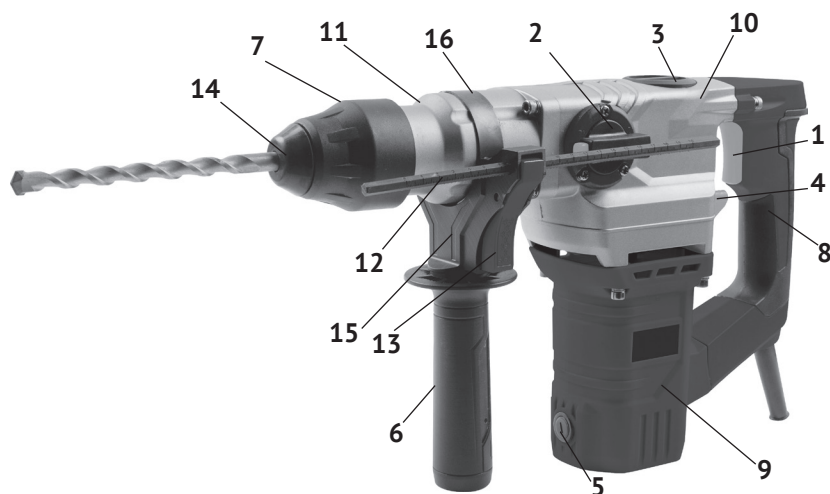

рис. 1
1.6 Общий вид перфоратора представлен на рис.1:
1.7 Перфоратор состоит из вертикально расположенного коллекторного двигателя в пластиковом корпусе (рис.1 поз.9) и шестерёнчатого редуктора с кривошипно-шатунным механизмом, расположенных в металлическом корпусе (рис.1 поз.10). Крутящий момент с якоря электродвигателя через систему шестерён, передаётся на вал с патроном SDS – plus (рис.1 поз.7), расположенный перпендикулярно оси двигателя. Вертикальное расположение двигателя упрощает конструкцию редуктора, что приводит к увеличению ресурса перфоратора. Кривошипно-шатунный механизм приводит в действие пневматический ударный механизм перфоратора. На корпусе редуктора, со стороны рукоятки (рис.1 поз.8), расположен переключатель режимов (рис.1 поз.4) работы: «сверление с ударом» или «сверление» (отключён ударный механизм).
В зависимости от вида выполняемой работы, в патрон SDS – plus вставляется необходимая насадка (пика, долото, бур) с соответствующим хвостовиком, или переходник SDS-plus/сверлильный патрон для установки сверлильного патрона (не входят в комплект поставки), если необходимо работать только в режиме «сверление». Дополнительная рукоятка (рис.1 поз.6) хомутом суппорта (рис.1 поз.16) крепится на корпусе ствола (рис.1 поз.11). Фиксируется, закручиванием рукоятки по часовой стрелке, в любом положении (от 0° до 360°), что удобно пользователю, как «правше», так и «левше».
В отверстие суппорта (рис.1 поз.15) дополнительной рукоятки вставляется, при необходимости, стержень-ограничитель глубины сверления (рис.1 поз.12). Пластиковый стержень имеет метрическую разметку для удобства установки необходимой глубины просверливаемого отверстия.
1.8 Клавиша выключателя (рис.1 поз.1) расположена в передней части основной рукоятки (рис.1 поз.8), крепящейся: к корпусу двигателя – нижней частью и к редуктору – верхней частью. Включение/отключение инструмента осуществляется нажатием/отпуском клавиши выключателя.
Сбоку, на корпусе редуктора (рис.1 поз.10) расположен переключатель режимов работы (рис.1 поз.2). Он фиксируется в одном из двух положений по горизонтали, отмеченных символами на корпусе редуктора: «сверло с молотком» (вперёд) - сверление с ударом, «молоток» (назад) - долбление (без вращения). Нажав фиксатор в торце ручки переключателя, поворотом ручки со стрелкой, совместить с нужным символом. Достигнув нужного положения, фиксатор (со щелчком) отжимается, фиксируя ручку в выбранном режиме.
В верхней части редуктора находится пластиковая крышка смазочного окна (рис.1 поз.3). Перед каждым использованием инструмента необходимо отвернуть крышку, проверить наличие смазки на кривошипно-шатунном механизме, при необходимости добавить из ёмкости, входящей в комплект поставки.
На редукторе, ниже клавиши выключателя, находится переключатель режимов работы (рис.1 поз.4) с двумя фиксированными положениями: «сверло с молотком» - сверление с ударом и «сверло» - сверление (отключение ударного механизма). Соответствующие символы нанесены на корпусе редуктора.
2.2.1 Выбрать насадку, для предполагаемого вида работы и зафиксировать её в патроне. Для установки нужной насадки: отвести, преодолевая сопротивление пружины, втулку патрона (рис.1 поз.7) назад, вставить, находя нужное положение поворотом вокруг своей оси, насадку в патрон (приблизительно на 40 мм), отпущенная втулка, смещаясь вперёд за счёт пружины, зафиксирует насадку в патроне.
- при необходимости, в отверстие суппорта (рис.1 поз.15), вставить стержень-ограничитель глубины сверления (рис.1 поз.12) ребристой плоскостью от инстру-
мента, нажав на кнопку фиксации (рис.1 поз.13);
- повернув суппорт рукоятки в удобное для работы положение, зафиксировать хомут (рис.1 поз.16) вращением рукоятки по часовой стрелке.
- включение перфоратора осуществляется нажатием на клавишу выключателя (рис.1 поз.1);
- при работе в режиме сверление без удара, переключатель (рис.1 поз.4) установить в положении «сверло», а переключатель (рис.1 поз.2) в положении «сверло с молотком». При этом режиме перфоратор может работать с патроном SDS – plus, но, как правило, устанавливается ключевой патрон;
- при работе в режиме сверление с ударом, переключатель (рис.1 поз.4) в положении «сверло с молотком», и переключатель (рис.1 поз.2) в положении «сверло с молотком»;
- при работе в режиме долбление, переключатель (рис.1 поз.4) в положении «сверло с молотком», а переключатель (рис.1 поз.2) в положении «молоток».
3.2 Для замены щёток необходимо открутить крышки щёткодержателей (рис.1 поз.5), расположенные с двух сторон в нижней части корпуса двигателя. Вынуть щётки из щёткодержателей и заменить их новыми. Щётки следует заменять парой для обеспечения равной степени их давления на коллектор якоря.